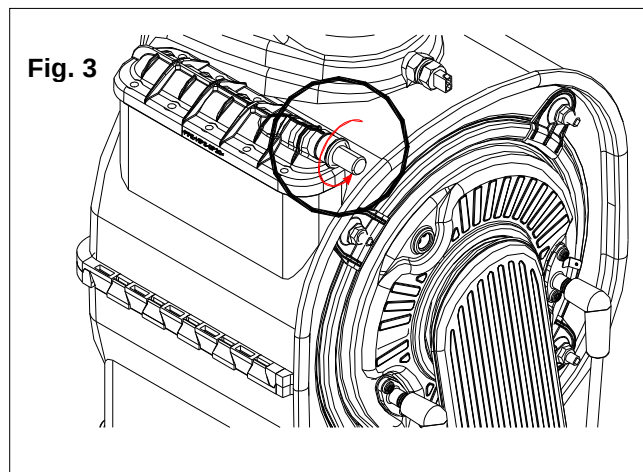

Fig. 3
- **prima di accendere la caldaia aprire il rubinetto di scarico posizionato in alto al blocco condensazione (fig. 3) e togliere tutta l'aria;**